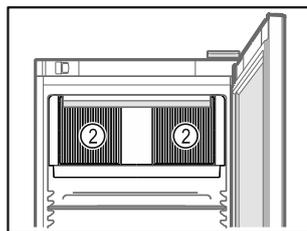

Fig. 72
- Lüftungsschlitze Fig. 72 (2) des Umluftgebläses im Innenraum freihalten.